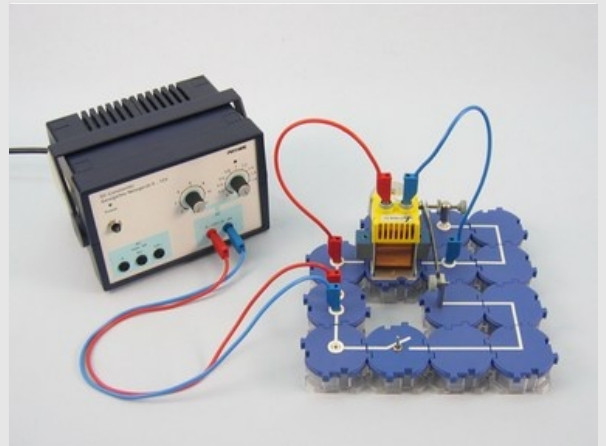

Abb. 2
- Baue den Versuch entsprechend der Abb. 1 und Abb. 2 auf.